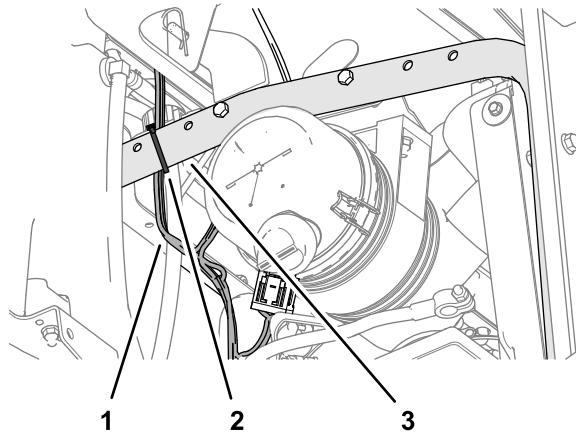

Figure 19
- Au-dessus du moteur, attachez le faisceau électrique au tube de support du radiateur, comme montré à la Figure 19.